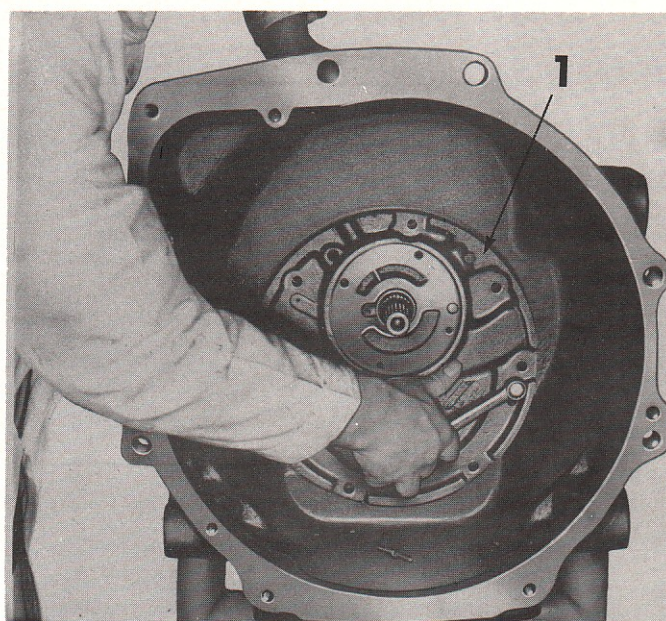

FIGURE 85 : Dépose de la plaque support de pompe — 1 = Support de pompe.
4. Extraire les six boulons et l'écrou fixant la plaque support au carter. Déposer la plaque en utilisant deux des boulons de fixation comme vis de décollement (Figure 85).